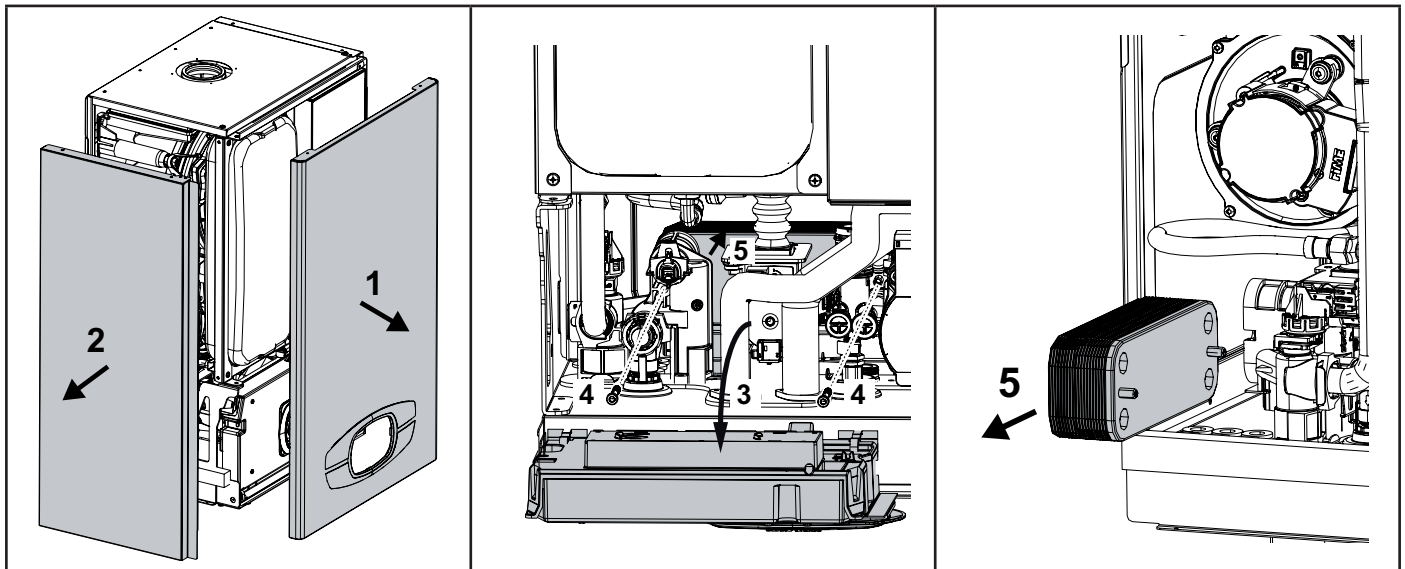

fig. 185 - Sostituzione/manutenzione scambiatore a piastre
- Rotate the box on the panel "3" fig. 185
- Undo the screws "4" fig. 185
- Move the plate heat exchanger "5" fig. 185 back and slide it to the left.